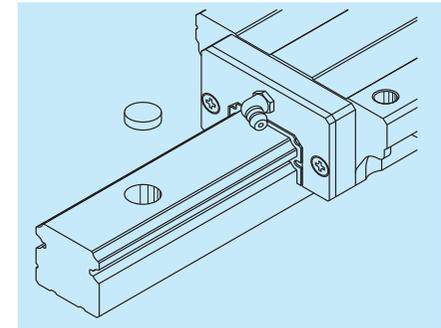

图 7.4
(3) 导轨安装孔用盖
- 导轨安装在工作台后，要塞住螺纹孔，使孔部不能留存异物，防止异物进入滑块内（图 7.4）